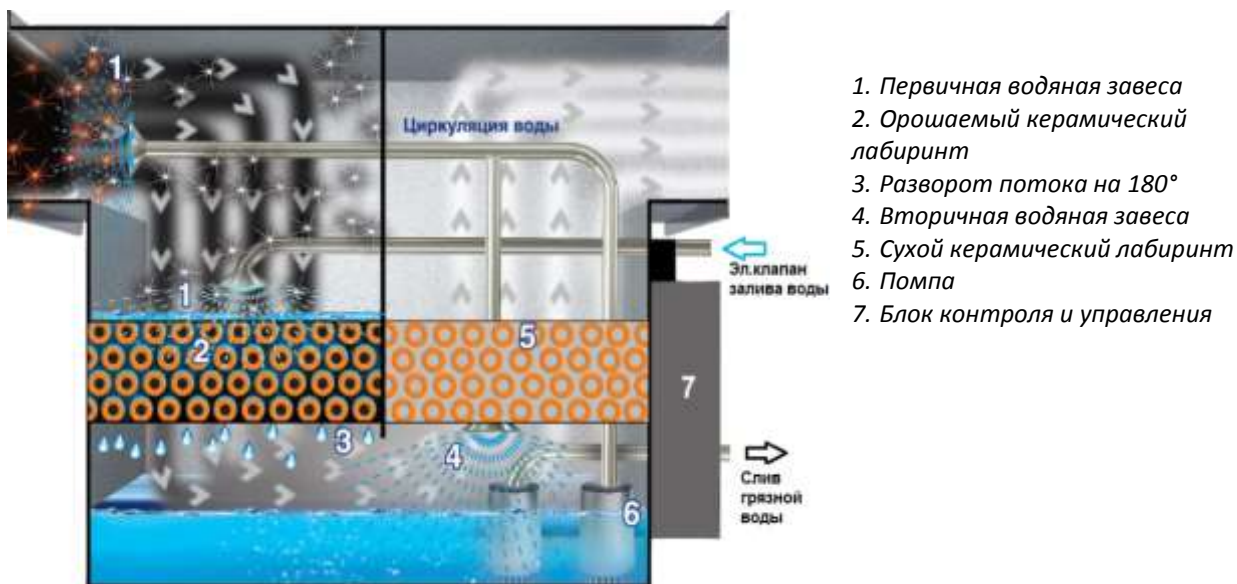

Рис. 3. Функциональная схема «Ятаган «Safe Fire».
- 3.1. Дымовые газы, с температурой до 250°C, от любого источника открытого огня, попадают в приемную камеру фильтрующего искрогасителя через приемный фланец и проходят несколько стадий обработки (Рис.3).
2. Не сработал датчик минимального уровня воды (Рис. 3., поз. 1)	<ol style="list-style-type: none"> Продуть силиконовый шланг, ведущий от датчика к Гидрофильтру (может быть засорен). Для этого отсоединить шланг от датчика и с силой его продуть. Присоединить шланг датчика обратно к штуцеру датчика «+». Прозвонить DPS (нормально замкнут, при воздействии размыкается). На квадратном датчике прозвонить провода ведущие к клеммам датчика 1 и 3. Для создания воздействия отсоединить силиконовый шланг от штуцера на корпусе Гидрофильтра (Рис. 6, поз. 4) и аккуратно подуть через шланг в датчик. В случае неисправности датчика, заменить его.